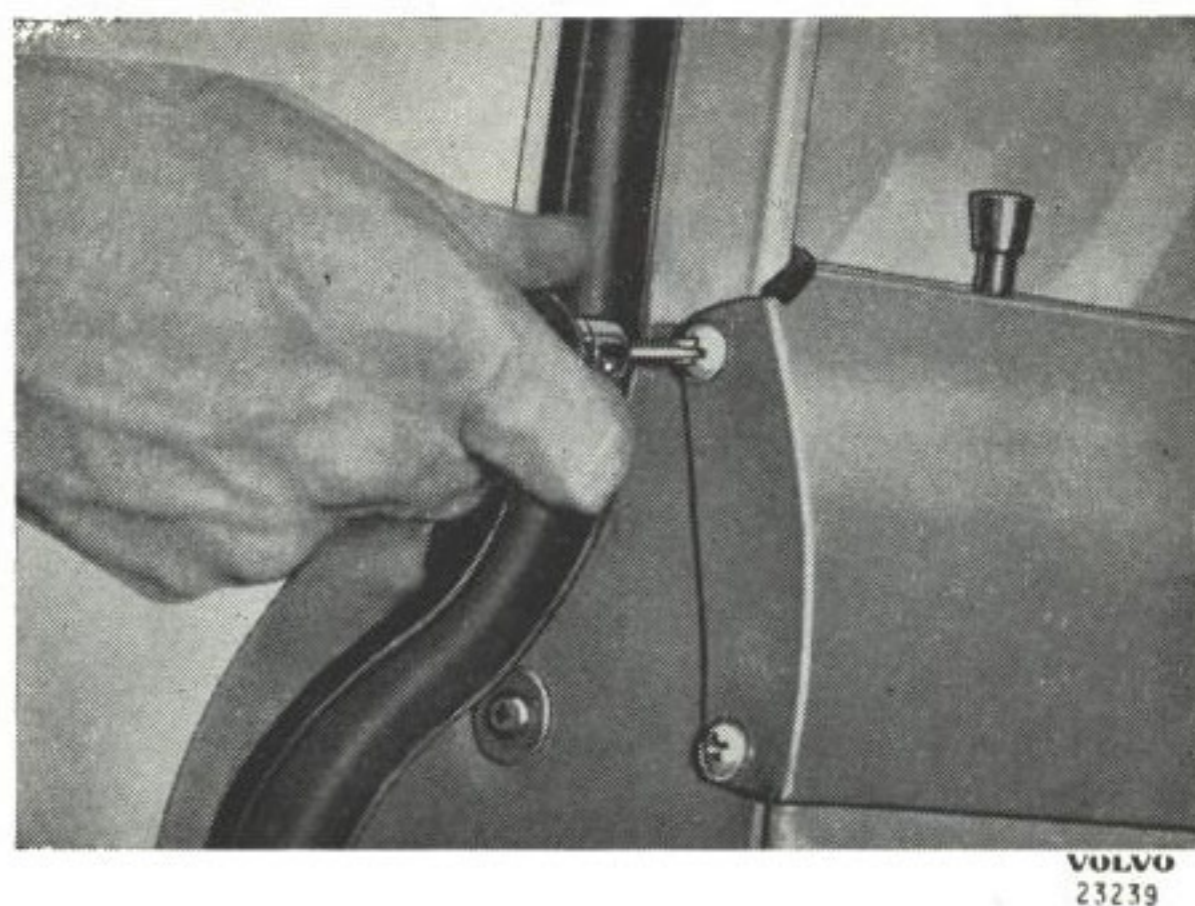

Bild 19. Demontering av övre prydnadslinje
3. Lossa övre prydnadslisten. Denna fasthålls av fyra skruvar på dörrens kanter, bild 19.